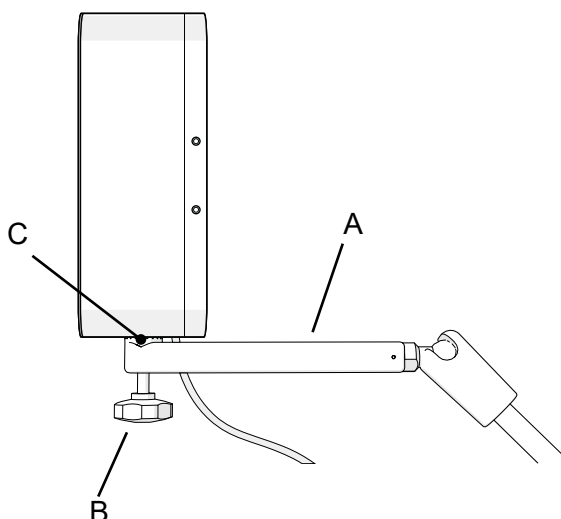

Рис. 1. Расположение электромагнитного генератора на кронштейне электромагнитного генератора (вид сбоку)
2. Расположите кронштейн электромагнитного генератора зубьями (рис. 1, С) вверх, а верхнюю часть шарнирной консоли кронштейна электромагнитного генератора (рис. 1, А) параллельно рабочему столу.
3. Поставьте электромагнитный генератор заподлицо на зубья кронштейна электромагнитного генератора (рис. 1, С).
4. Зафиксируйте электромагнитный генератор сверху одной рукой, вставьте винт со звездообразной рукояткой (рис. 1, В) прямо в резьбу электромагнитного генератора и закрутите снизу винт со звездообразной рукояткой другой рукой.
1. Расположите кронштейн электромагнитного генератора так, чтобы верхняя часть шарнирной консоли находилась параллельно рабочему столу, а винт со звездообразной рукояткой кронштейна электромагнитного генератора был направлен вниз. См. рис. 1.